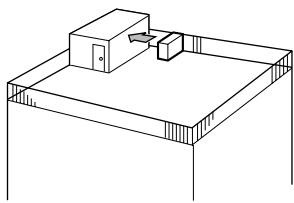

Fig. 2-3
- ① Rikta luftutbläset mot närmaste vägg, cirka 50 cm från väggen. (Fig. 2-3)